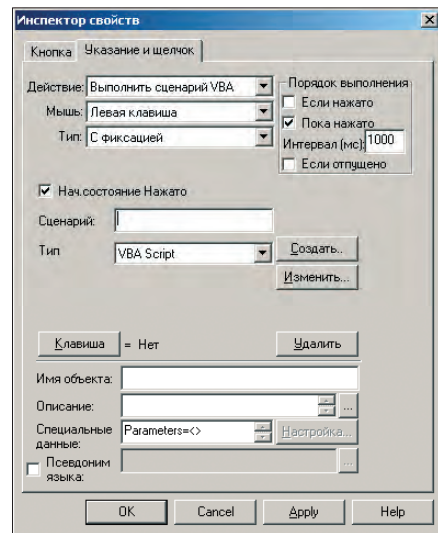

Рис. 28. Кнопка, управляющая запуском сценария формирования запроса
3. Добавить в экранную форму элемент «Кнопка» или «Флажок», установив его свойства, как показано на рис. 28: Действие = «Выполнить сценарий»